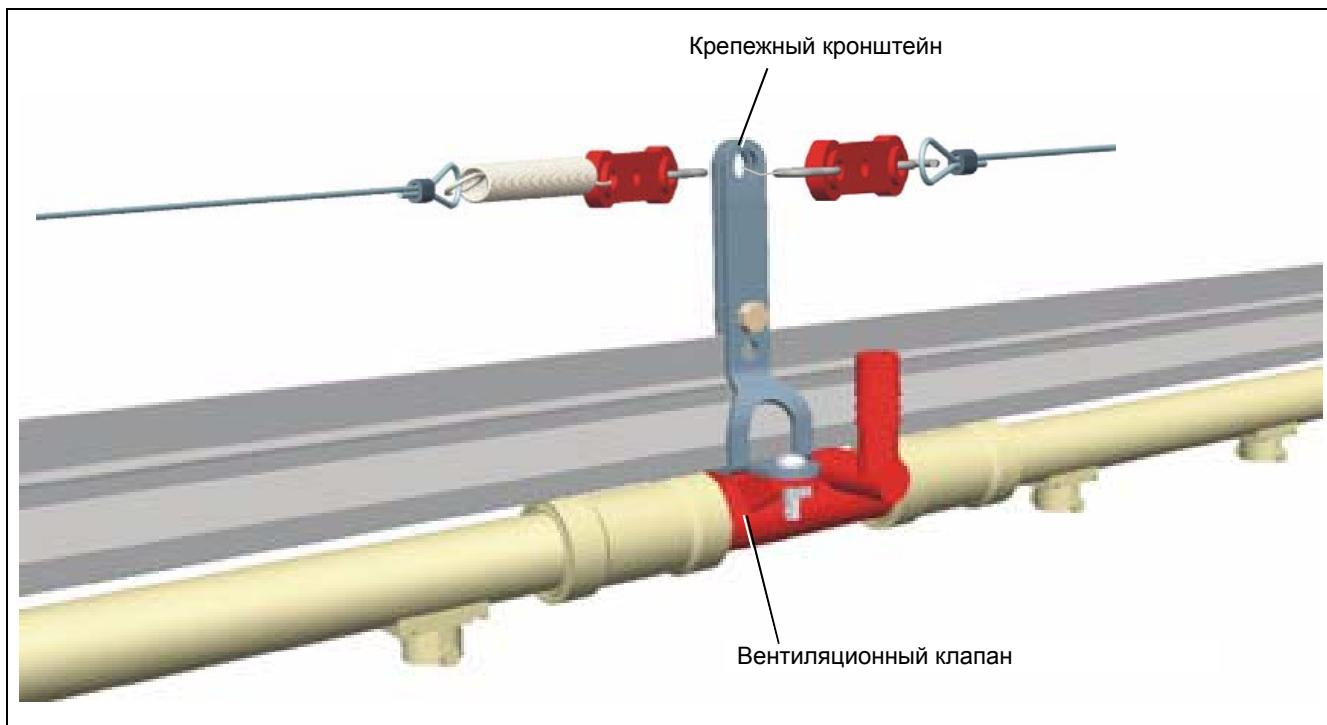

Рисунок 7J
- 1a. Для рельсовых опор: ослабьте соединительный элемент алюминиевого рельса, ближайший к нужному месту расположения воздуховыпускного клапана. Раздвиньте два (2) рельса так, чтобы на рельс можно было установить опорный кронштейн. Снова сдвиньте рельсы и затяните соединительный элемент. Пока не затягивайте опорный кронштейн.
4. Затяните крепление опорного кронштейна на опорном рельсе/трубе. (см. рисунок 7J)